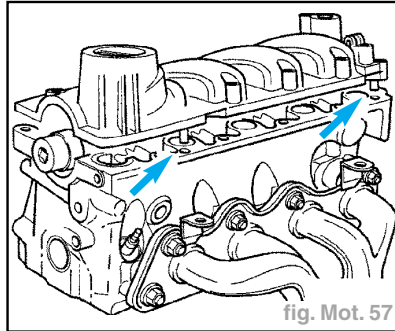

fig. Mot. 57
- Mettre en place avec précaution le couvre-culasse par le haut en engageant les goupilles d'ajustage dans les alésages de la culasse (flèches) (fig. Mot. 57).